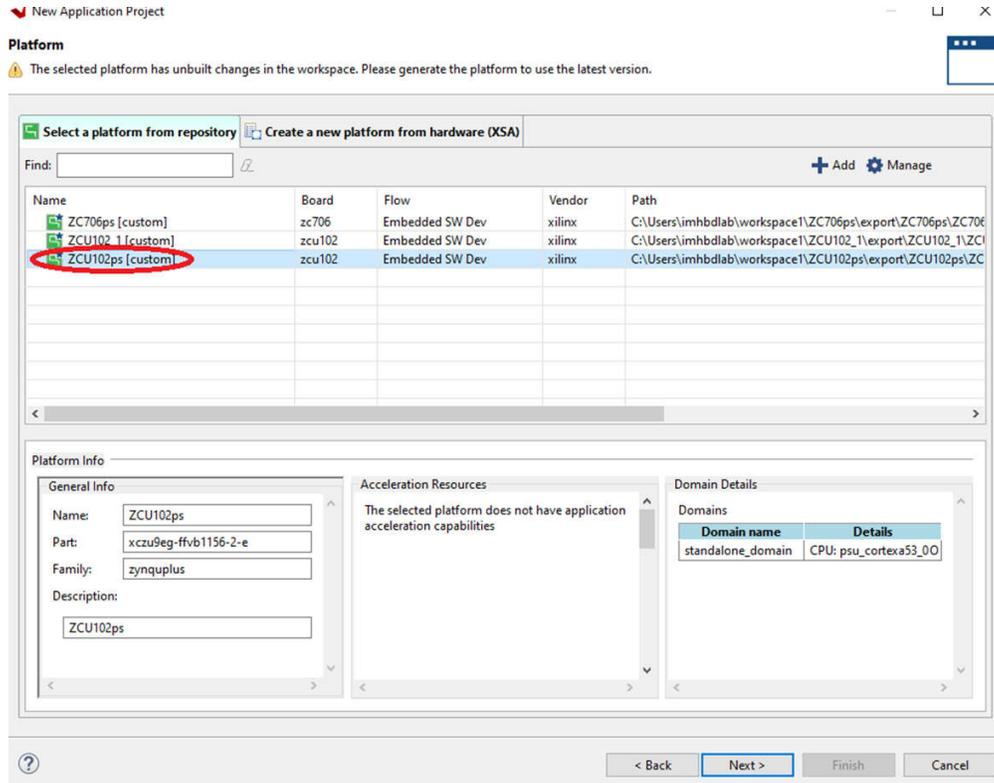

图 7-3. 选择应用工程
3. 选择新创建的平台 *ZCU102ps*，然后点击 *Next* (请参阅图 7-3)。